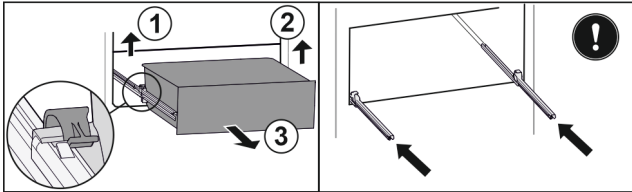

Fig. 113
- Soulever la bride gauche et tirer dans le même temps la partie gauche du tiroir vers l'avant. Fig. 113 (1)
- Soulever la bride droite et tirer dans le même temps la partie droite du tiroir vers l'avant. Fig. 113 (2)
- Retirer le tiroir par l'avant. Fig. 113 (3)